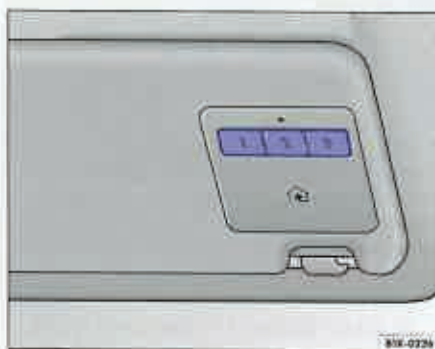

Fig. 37 Unitatea de comandă: Tastele și unitatea de emisie pentru telecomanda programabilă, în parasolar.
Pe tastele ①, ② și ③ se pot memora funcțiile a maxim trei telecomenzi diferite (de ex. pentru deschiderea porții garajului, pentru alarma din casă sau pentru instalațiile electrice) ⇒ fig. 37.
- Apăsați tastele ① și ③ ⇒ fig. 37 până când lampa de control de deasupra tastei ② începe să clipească. Apoi eliberați ambele taste. Astfel se șterge reglajul efectuat din fabricație. Acest procedeu nu trebuie repetat pentru programarea celorlalte taste. Dacă veți menține tastele apăsată mai mult timp, reglajul din fabricație se reia. Trebuie să începeți din față.
o distanță de circa 0 - 30 cm față de tastele din parasolar ⇒ fig. 37.
- Apăsați tasta corespunzătoare de pe parasolar ⇒ pagina 60, fig. 37, pentru a executa funcția dorită ⇒ ⚠.
- Mențineți telecomanda produsului (de ex. dispozitivului de deschidere a porții garajului) la o distanță de circa 0 - 30 cm față de unitatea de emisie ⇒ pagina 60, fig. 37".
- Apăsați și mențineți apăsată tasta de pe telecomandă împreună cu tasta ①, ② sau ③, până când lampa de control de deasupra tastei ② clipește mai întâi rar, apoi des.
- Cel târziu la 30 secunde după apăsarea "tastei de reglare" de la motorul de acționare trebuie să apăsați tasta ①, ② sau ③ ⇒ pagina 60, fig. 37". Apăsați aceeași tastă încă o dată, pentru a încheia procesul. La unele sisteme este necesară apăsarea tastei de trei ori.
- Apăsați simultan tastele ① și ③ ⇒ pagina 60, fig. 37" până când lampa de control de deasupra tastei ② începe să clipească rapid. Apoi eliberați ambele taste. Toate programările sunt anulate.